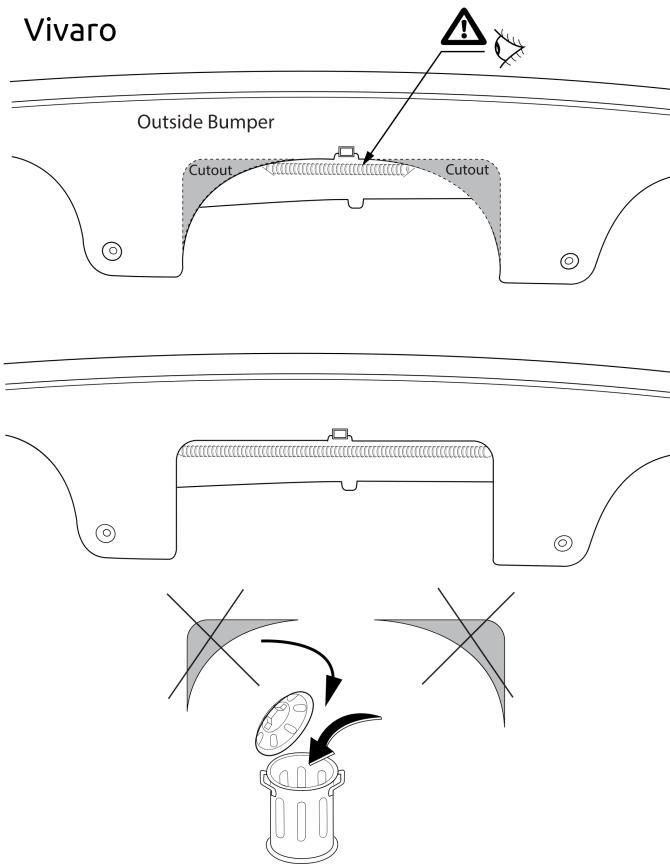

Fig. 2
- Opel/Vauxhall Vivaro: Выпилить обозначенные части, как указано на рис. 2. Осторожно! При пилении позаботьтесь о том, чтобы не касаться проводки.